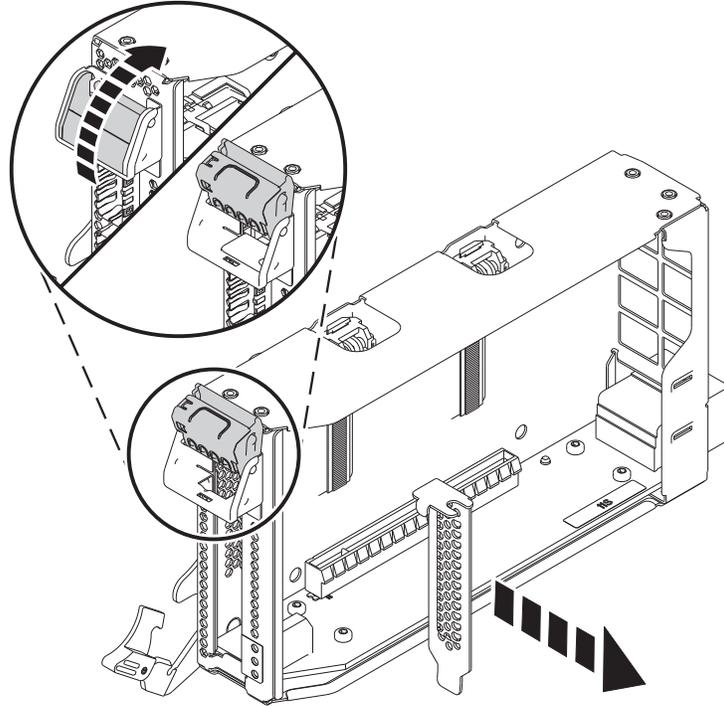

図 29. アダプター・カセットからの PCIe アダプター・フィラーの取り外し
- c. フィラーのテール・ストックをアンロックするために、31 ページの図 29 に示すように、カセットのテール・ストック側の端にあるラッチを回転させます。
- d. 31 ページの図 29 に示すように、フィラー・テール・ストックをカセットから取り外します。